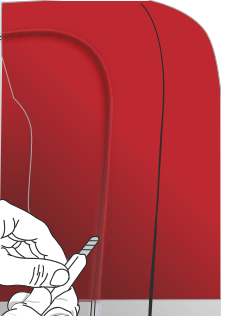

Abbildung 18
- › Die Folie ist auf dem TIRODECO-Band mit einem Cutter oder mithilfe des WRAPKNIFE-Schneidedrahts durchzuschneiden. (Abb. 18)